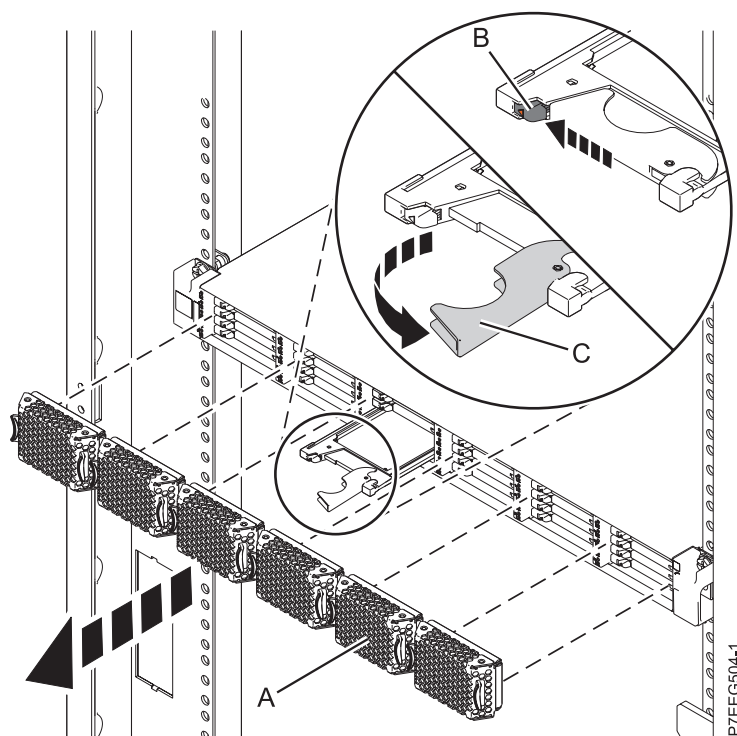

Figura 25. Extracción de la unidad de estado sólido de Alojamiento de almacenamiento PCIe de EDR1
1. Retire la placa frontal (A) que cubre la ranura que contiene la unidad de estado sólido.
2. Deslice suavemente el pestillo de liberación (B) por encima para desbloquear el asa de la unidad. Consulte Figura 25 en la página 41.